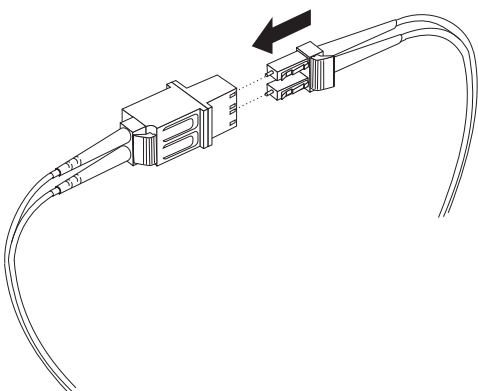

Figura 3-19. Conectando um Cabo LC-LC no Adaptador de Cabo LC-SC
4. Insira com cuidado a outra extremidade do cabo LC-LC na extremidade do conector LC do adaptador de cabo LC-LC, conforme mostrado na Figura 3-19. Empurre o conector até que ele se encaixe no lugar.